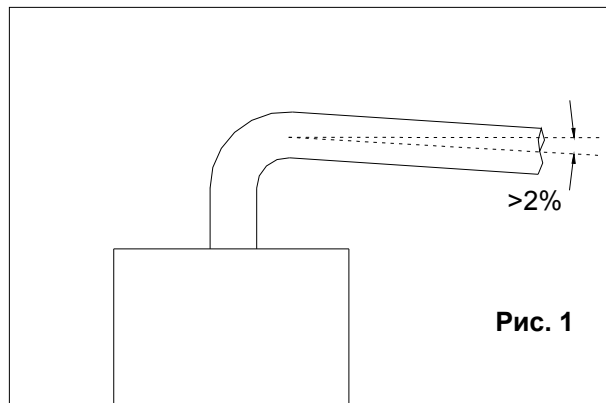

Рис. 1
- ⚠ Для обеспечения правильной работы прибора важно смонтировать с уклоном горизонтальные трубы воздухозаборника/выпуска отработанных газов минимум на 2% вниз (от котла к наружной стене) (см. рис. 1). При каждой индивидуальной установке следует защитить трубы воздухозаборника и выпуска отработанных газов вспомогательным оборудованием, предотвращающим проникновение инородных тел или атмосферных осадков.